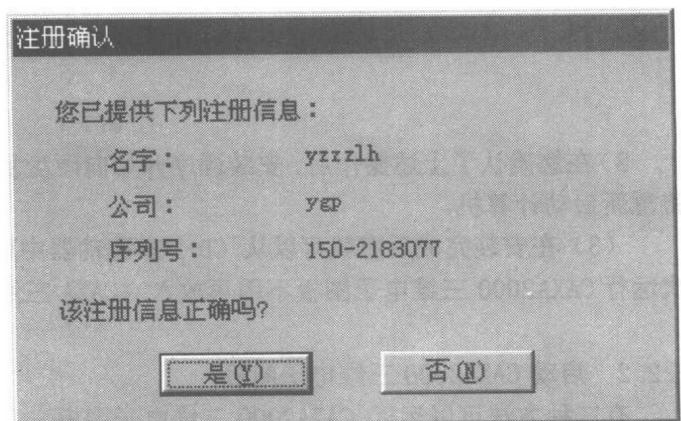

图 1-5
5) 注册确认(见图1-5)。在您确认您的姓名及所在单位和产品序列号输入正确后，按“是”继续安装程序，按“否”则修改上述信息。软件的序列号您可以从“软件的使用授权证书”得到。